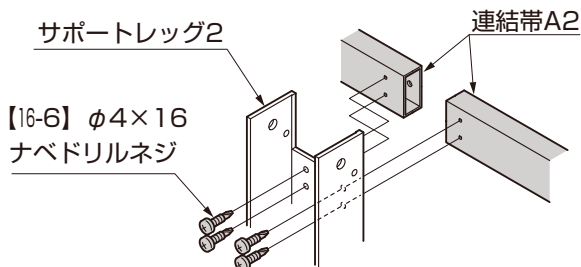

図1-5 2台用：間口63 中間部の場合
- 2台用：間口63の中間部はサポートレッグ2に2本の連結帯を取付けてください。(図1-5参照)